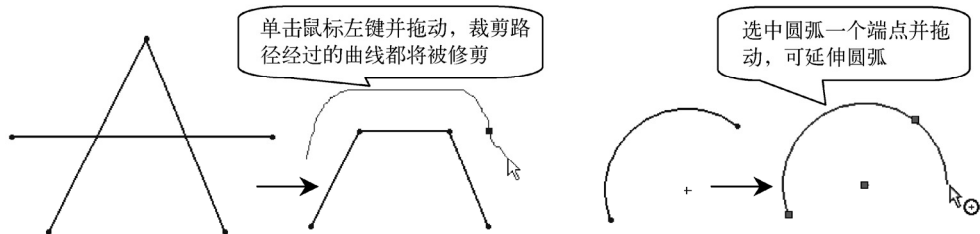

图 2-100 强劲修剪的两种方式
- **强劲剪裁：**使用“强劲剪裁”可以通过将指针拖过每个草图实体来剪裁多个相邻草图实体，还可以令草图实体沿其自然路径延伸，如图 2-100 所示。